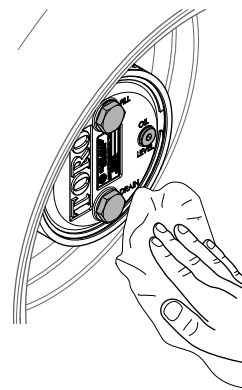

Figura 68
3. Limpie los alojamientos del freno y de los engranajes planetarios (Figura 68).